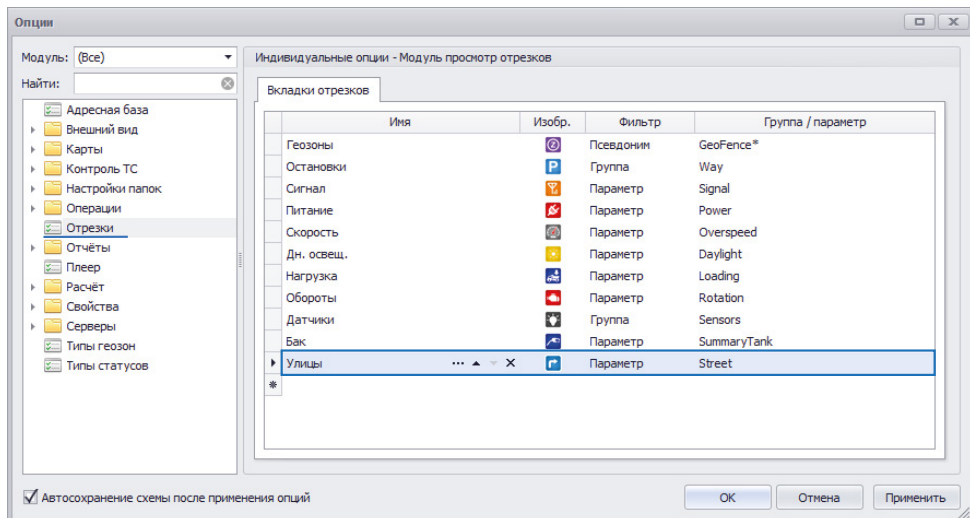

Рис.213. Создание отчета по пройденным улицам в Модуле просмотра отрезков.
- в меню «Опции» перейти в раздел настроек «Отрезки» (Рис.213);
- на вкладке «Вкладки отрезков» добавить в таблицу новую строку со следующими настройками (Рис.213):